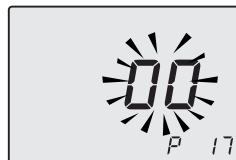

Figura 5.37
- Scorrere i vari parametri utilizzando i tasti 18 o 19 fino a far apparire sul display LCD le lettere **P17** e il valore del parametro, indicanti l'entrata nel "parametro 17" (Figura 5.37).